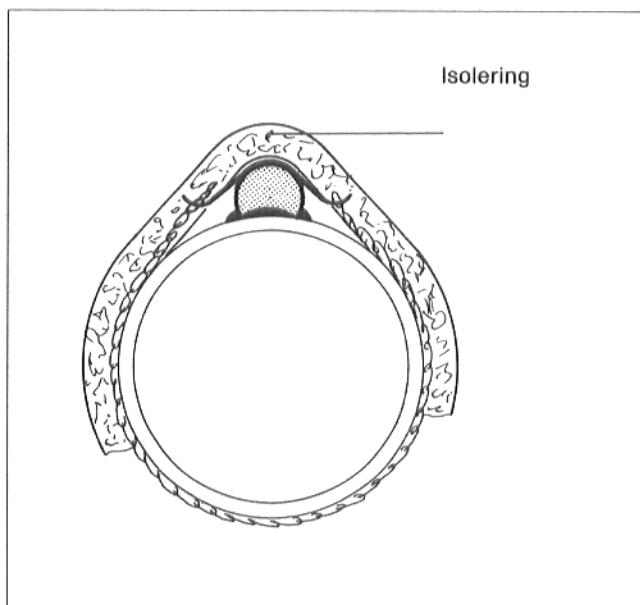

Fig. 3
5. Påspændingstemperaturføleren skal isoleres mod udkøling ved hjælp af et mindst 20 cm langt isoleringsmateriale (Fig. 3).